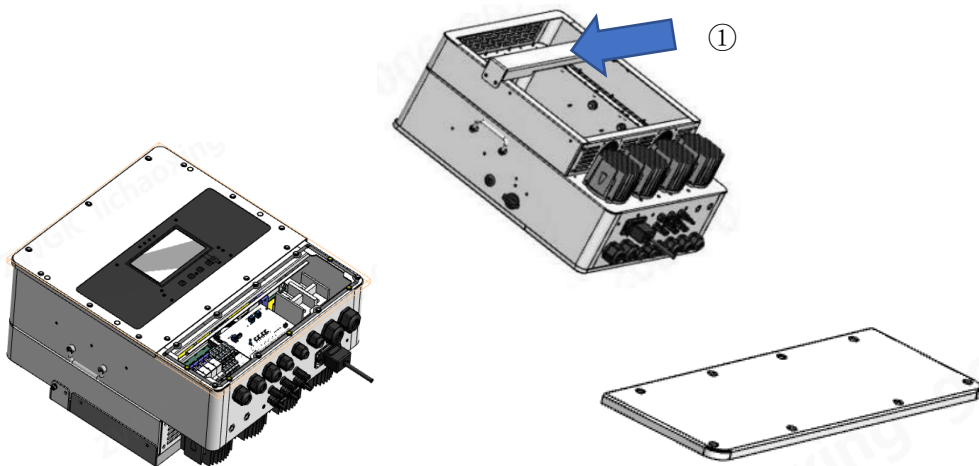

Abbildung 2.7 Schematische Darstellung zur Entfernung der Geräteabdeckung
- Nehmen Sie das Gerät aus der Verpackung und befestigen Sie die kleine Halterung mit 4 Schrauben M6 × 16 am Gerät, wie in Abbildung 2.7 mit ① markiert. Ziehen Sie die Schrauben fest, entfernen Sie die große Halterung von der Rückseite des Geräts und markieren Sie die Installationswand entsprechend den Abmessungen der vier Schraubenpositionen 250 x 200 mm in der Mitte der großen Halterungsplatte.